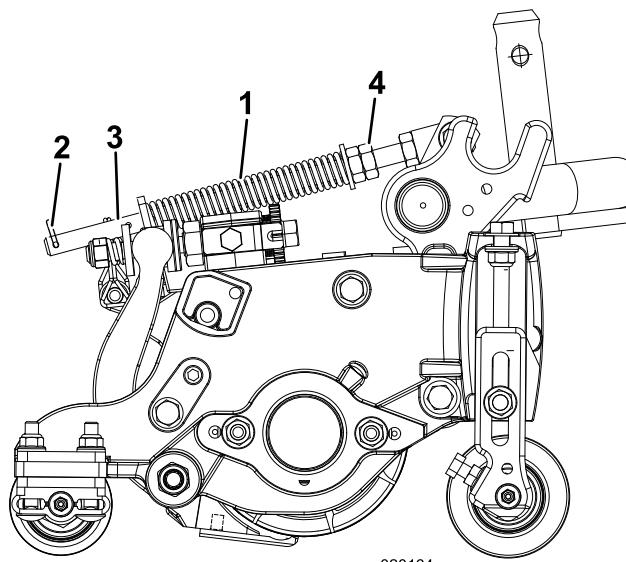

Figura 14
A mola de compensação de relva (Figura 14) transfere peso do cilindro dianteiro para o cilindro traseiro. Isto ajuda a reduzir o efeito ondulado na relva, também conhecido como ondulação ou “bobbing”.
1. Certifique-se de que o contrapino do gancho está instalado no orifício traseiro na haste da mola (Figura 14).
2. Aperte as porcas sextavadas na extremidade dianteira da haste da mola até que o comprimento comprimido da mola (Figura 14) seja de 12,7 cm nas unidades de corte de 12,7 cm, ou 15,8 cm nas unidades de corte de 17,8 cm.